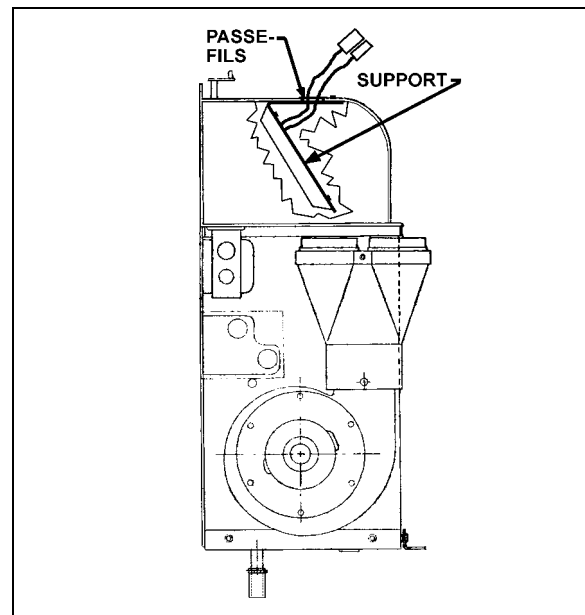

FIGURE 4: NOUVEL EMPLACEMENT DU THERMOSTAT
6. Fixer le support muni du module à l'aide de deux vis (Prévost #500638) dans les deux trous du fond qui servaient à fixer le module auparavant, le module doit faire face à l'arrière du véhicule (voir fig. 4).